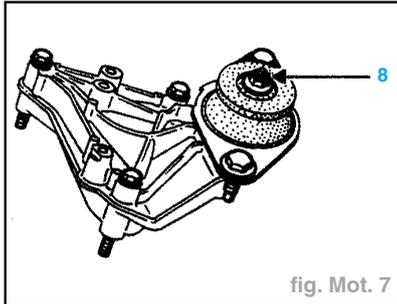

fig. Mot. 7
- l'écrou (8) du support de boîte de vitesses, puis, à l'aide d'un jet de bronze, frapper pour dégager le goujon de la fixation de suspension pendulaire côté gauche (fig. Mot. 7).